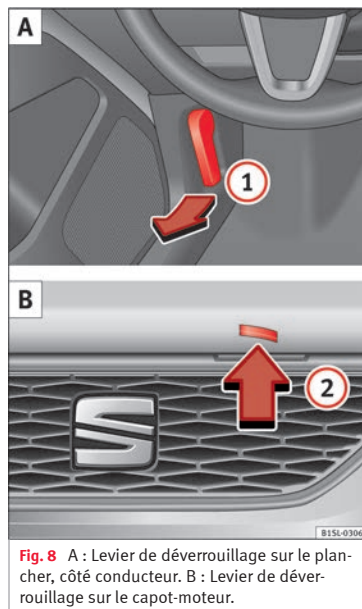

Fig. 8 A : Levier de déverrouillage sur le plancher, côté conducteur. B : Levier de déverrouillage sur le capot-moteur.
- Tirez le levier de déverrouillage ① dans le sens de la flèche » fig. 8 A. Grâce à l'action du ressort, le capot-moteur est éjecté de l'élément de verrouillage du porte-serrure » **⚠** au chapitre Préparatifs pour travailler dans le compartiment moteur à la page 204.
- Soulevez légèrement le capot-moteur et appuyez sur le bouton de déverrouillage ② B dans le sens de la flèche pour ouvrir complètement le capot-moteur.
- Retirez la barre de maintien du capot de son support dans le sens de la flèche ③ C et placez-la dans l'ouverture prévue à cet effet ④ D (flèche).